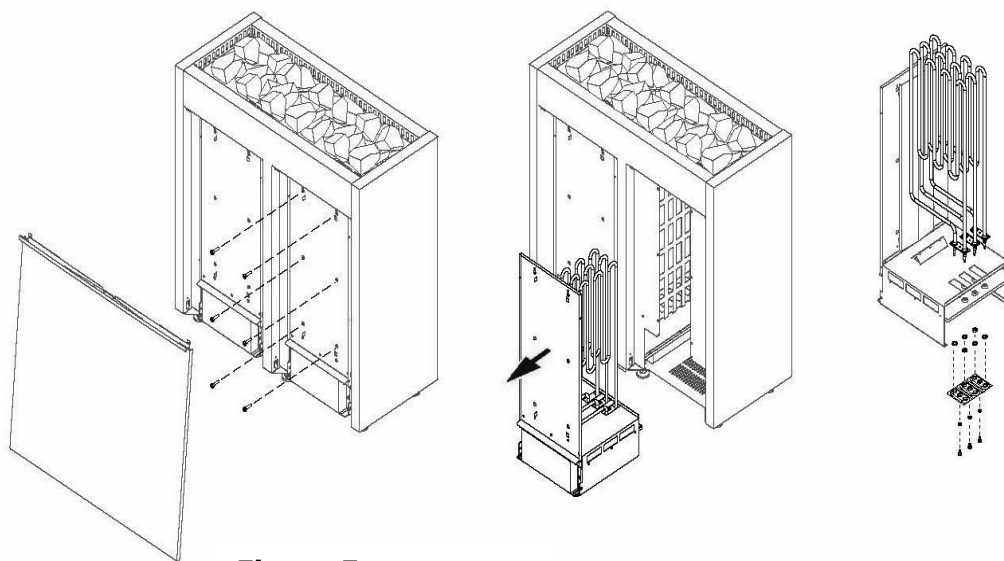

Figura 5.
- Soba este semifixată de cutia de joncțiune de pe peretele saunei. Vezi Figura 5:3. Cutia de joncțiune trebuie protejată împotriva stropirii cu apă, iar distanța sa față de podea nu trebuie să depășească 500 mm.
- Cablul de conectare (Figura 5:2) trebuie să fie de tip H07RN-F sau un cablu de cauciuc echivalent, înălțimea acestuia de la podea nu trebuie să depășească 500 mm.
Vezi Figura 5.